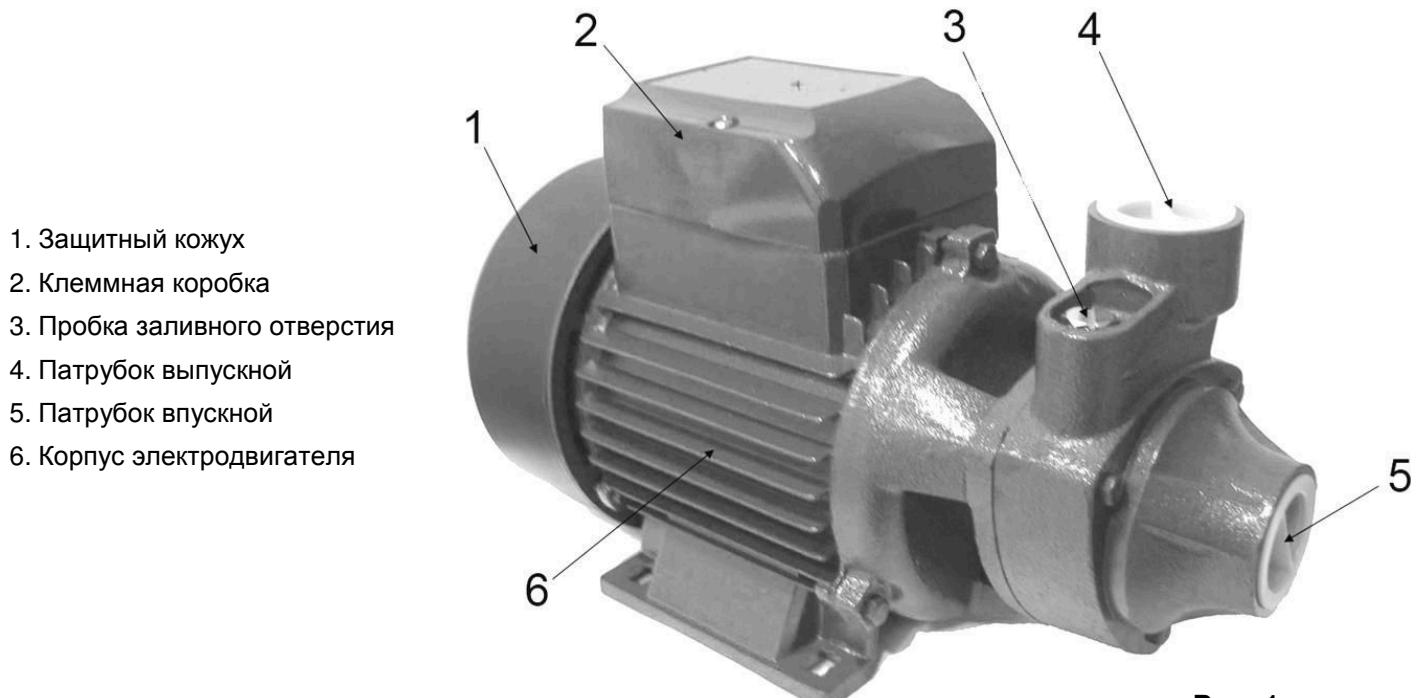

Рис. 1
1. Присоединить всасывающую трубу с обратным клапаном к входному отверстию (5)(См. Рис.1)
2. Присоединить напорную трубу к выходному отверстию (4)
3. Вывинтить пробку (3), залить насосную камеру водой и завинтить пробку.
- Открутите винтовую пробку заливного отверстия (3) (См. Рис.1).
- После заливки заверните пробку (3) (См. Рис.1).